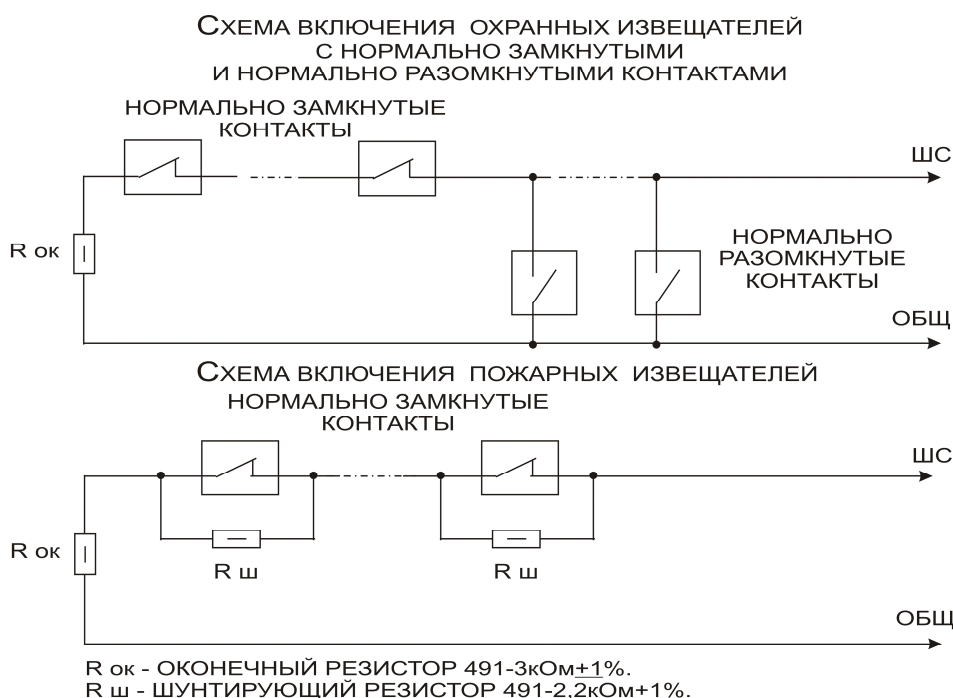

Рисунок 1 - Схеми підключення сповісвачів.
8.4 Підключити кінцеві, шунтувальні резистори й сповісвачі в шлейф сигналізації згідно рис. 1.